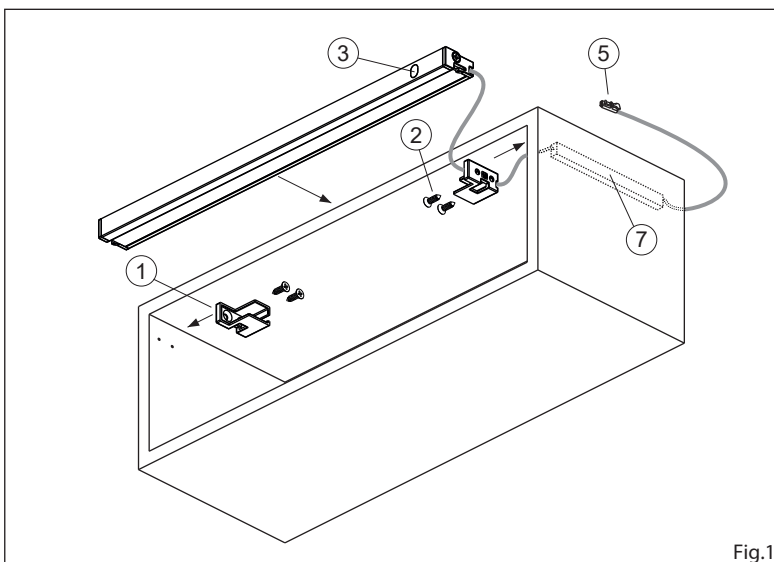
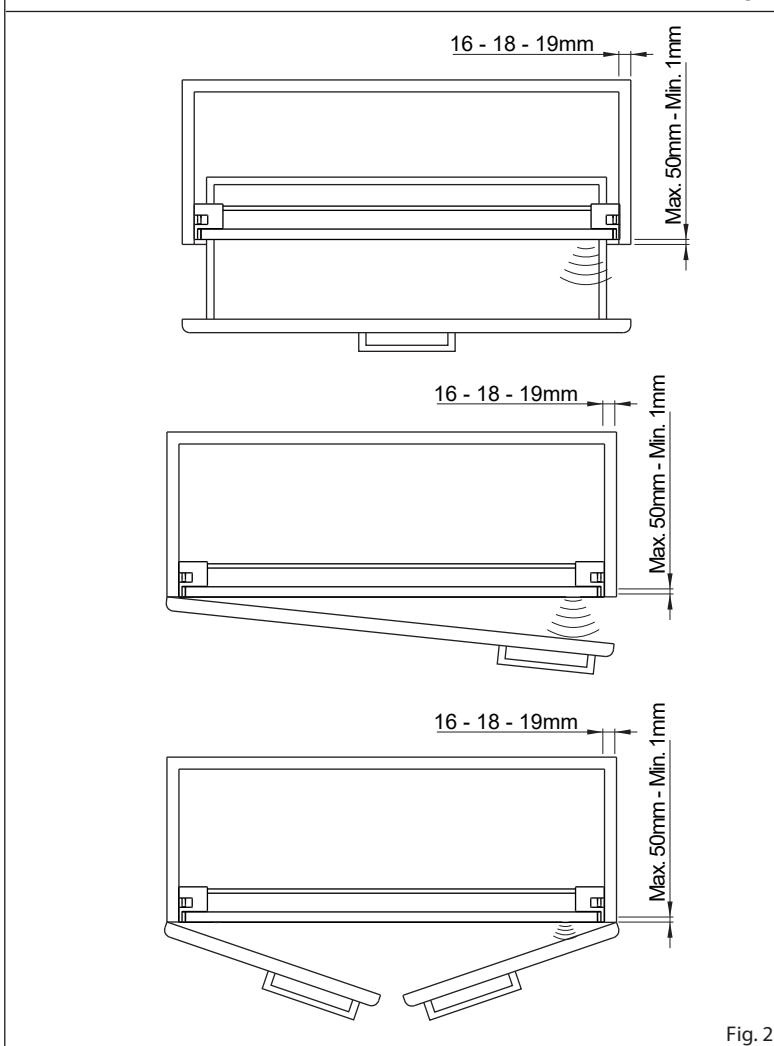

Fig.1
Fig. 2
-Välj monteringsfästen (1) utifrån stomtjocklek. Valet underlättas genom de markeringar som visar vilket fäste som ska monteras till höger och vänster samt till vilken stomtjocklek (16-18-19mm).
-Rekommenderat är att förborra stommen (borrdiameter 2,5mm) för att föränkla montering av medföljande skruv. Ska kabeln dras genom stommen behövs hålet ha en minimidiameter på 8mm för att Micro24-kontakten ska kunna passera. Om man önskar att fixera kabeln används plastprofilen (7) som är inkluderad i förpackningen.
-Placera monteringsfästena (1) i enlighet med måtten angivna i Fig. 2.
-Montera monteringsfästena (1) i stommen med medföljande skruv (2).
-Drag kabeln genom monteringsfäste (1) Fig.1, placera armaturen i fästena (1) till krokarna på armaturen snäpper i helt.